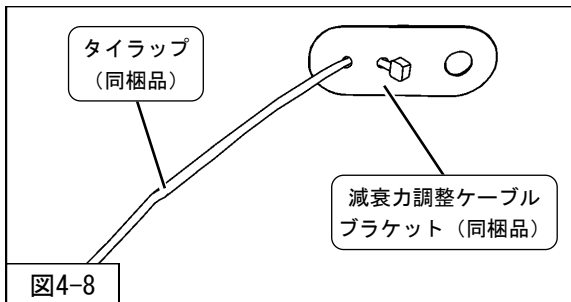

図4-8
11. 減衰力調整ケーブルブラケット (同梱品) にタイラップ (同梱品) を取付けてください。(図4-8)